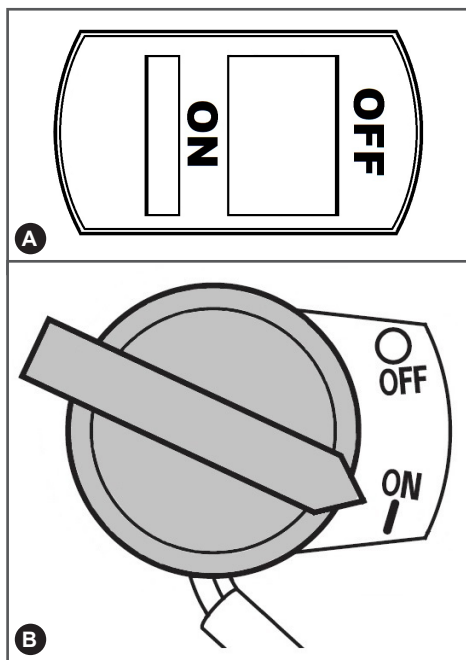

Рис. 30. Выключатели зажигания
6. Включите зажигание, для этого на выключателе зажигания на рукоятках нажмите кнопку «ON» (Включено) (Рис. 30А), а выключатель на двигателе переведите в положение «ON» (Включено) (Рис. 30В).
При возникновении аварийной ситуации, для экстренной остановки двигателя устройства опустите рычаг включения хода и переведите ближайший выключатель зажигания в положение «OFF» (Выключено) (Рис. 30).
4. Нажмите на выключателе зажигания кнопку «OFF» (Выключено) (Рис. 30).